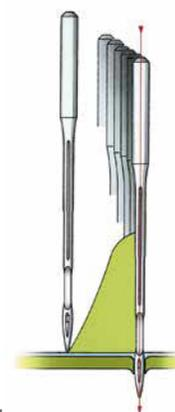

Рис. 4
2. Специальная форма игл для пришивания пуговиц снижает сопротивление проколу макс. на 43 %. В результате игла испытывает меньшие нагрузки, а также снижается риск повреждения сшиваемого материала и машины (рис. 4 и 5)